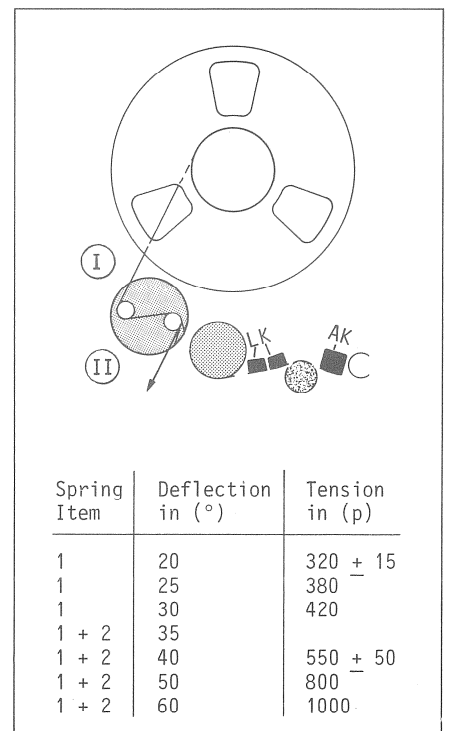

Fig. 3.5.8
Feder [2] vom Bolzen [13] aushängen. Die Positionen a, b und d einstellen. Die Zugkraft der Feder [1] nach den Werten in Fig. 3.5.8 kontrollieren und wenn nötig nachstellen (siehe Abschnitt 3.5.3).
Die Zugkraft des ganzen Federsystems nach Fig. 3.5.8 kontrollieren und wenn nötig nachstellen (siehe Abschnitt 3.5.3).
Unhook spring (2) from pin (13). Adjust items a, b, and d. Check whether the tension of spring (1) corresponds to the values specified in Fig. 3.5.8 and readjust if necessary (refer to section 3.5.3).
Check the tension of the entire spring system as specified in Fig. 3.5.8 and readjust if necessary (refer to section 3.5.3).